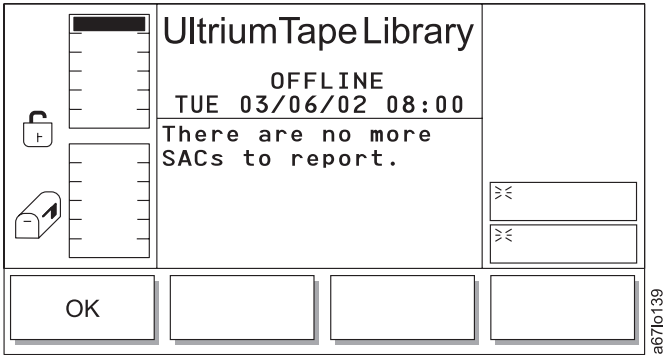

Abbildung 161. Dialog für normalen Service
- Wird **OK** ausgewählt, erscheint der Dialog für normalen Service (siehe Abb. 161 auf Seite 175).
Wird im Startdialog **Normal** ausgewählt, erscheint der Dialog für normalen Service (siehe Abb. 161). Die im Dialog für normalen Service angezeigten Codes für Servicemaßnahmen (SACs) sind in „Codes für Servicemaßnahmen (Service Action Codes, SACs)“ auf Seite 259 erklärt.
Tabelle 110. Übersetzung von Abb. 161, Dialog für normalen Service